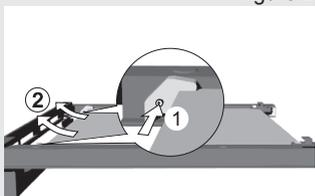

figure 3
- Pour démonter la troisième vitre interne (uniquement sur certains modèles), enlevez à droite et à gauche les vis qui sont sur le joint en caoutchouc (figure 3). Retirez la vitre en la déplaçant dans le sens de la flèche 2.